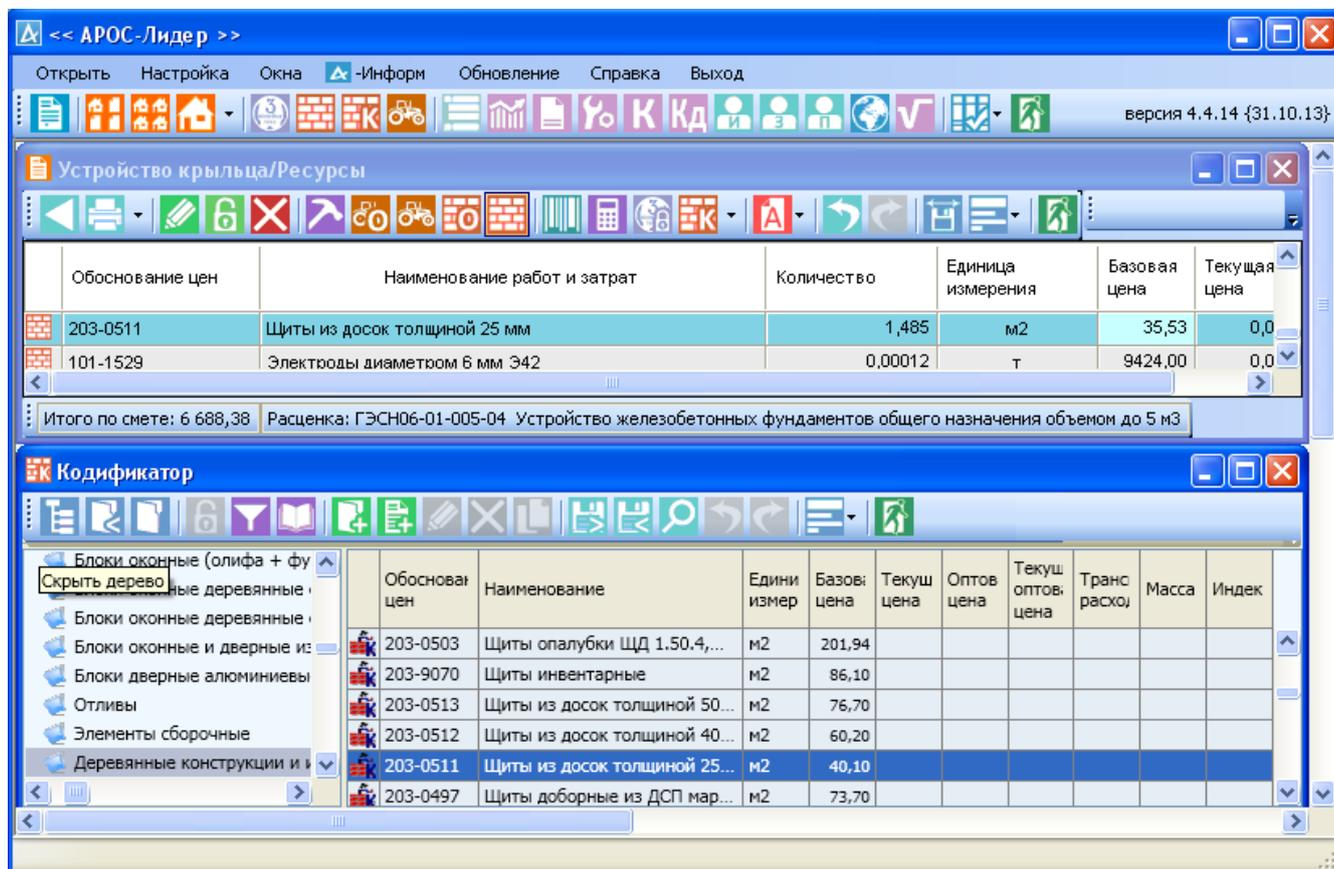

Рис. 8.8. Вид окна сметы при ресурсном расчете с окном «Кодификатор»
**Добавить материал из справочника кодификаторов**  и внизу экрана откроется окно с кодификатором, и программа предложит вам аналогичные ресурсы (рис. 8.8).